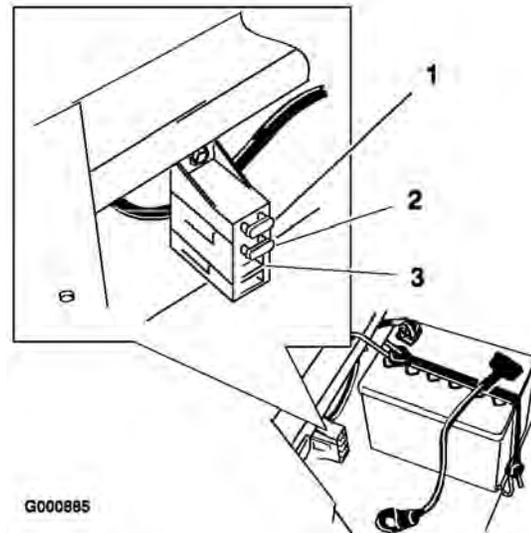

Figura 37
1. Levante el asiento para tener acceso al portafusibles (Figura 37).
2. Para cambiar un fusible, tire del fusible para retirarlo (Figura 37).